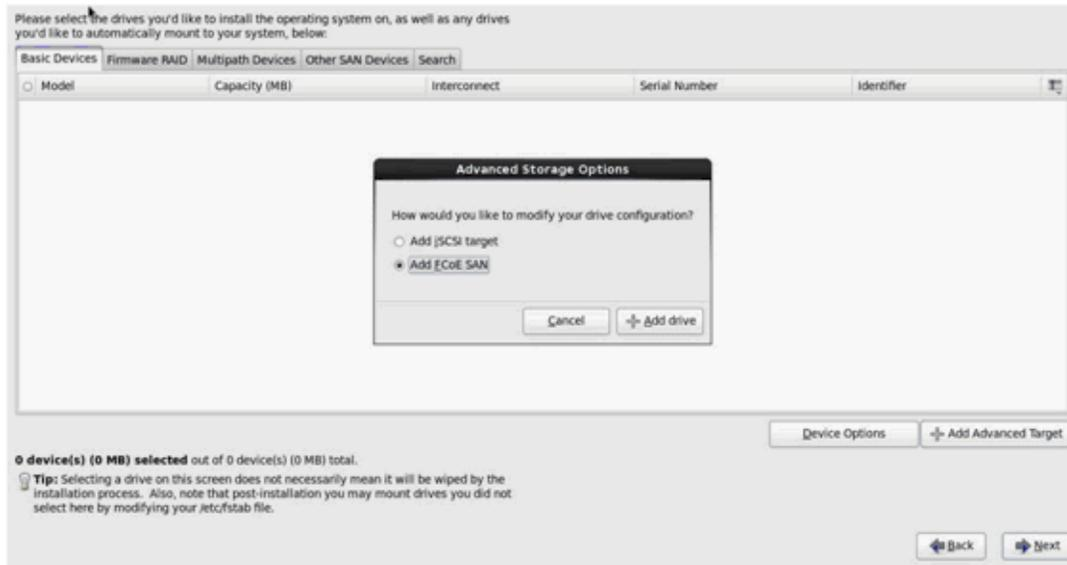

Figura 14-26. Adicionar Unidade SAN FCoE
6. Selecione **Add FCoE SAN** (Adicionar FCoE SAN) e, em seguida, clique em **Add drive** (Adicionar unidade) (Figura 14-26).